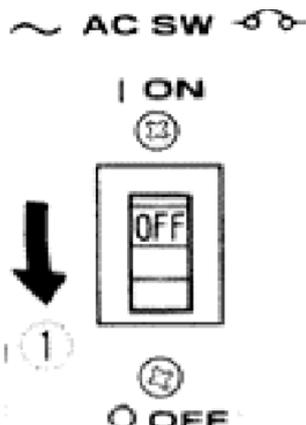

Рис. 20
1. Встановіть вимикач живлення електроприладу в положення OFF («ВИМК.») або від'єднайте його силовий кабель від розетки генератора. Переведіть автоматичний вимикач у положення OFF («ВИМК.»)(Рис.20).